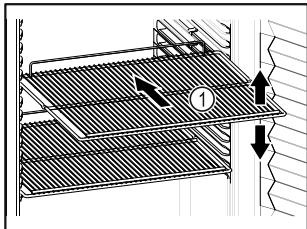

Fig. 80 Beispielhafte Darstellung
- ❑ Wenn Ablageflächen Fig. 80 (1) versetzbare sind, Ablageflächen je nach Höhe anpassen.